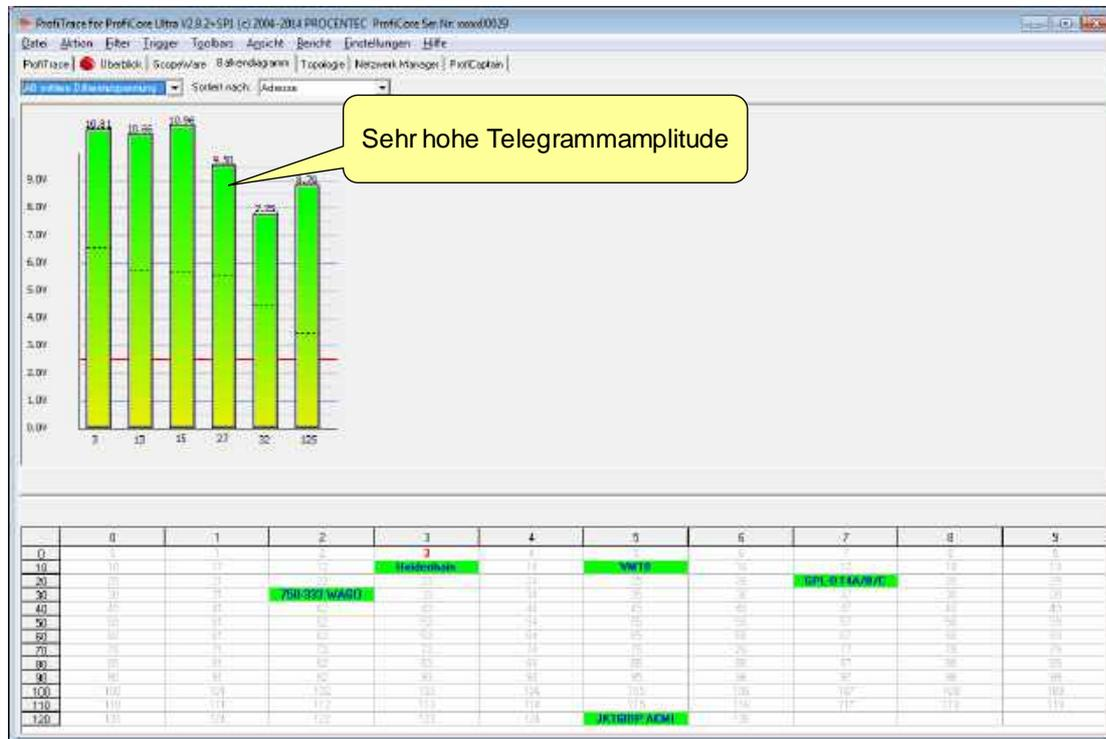

Abb. 23 - Balkendiagramm, wenn fehlende Terminierung oder ein Kabelbruch erkannt
**Abb. 23** zeigt ein Beispiel-Balkendiagramm für den Fall einer fehlenden Terminierung am Buskabel oder eines Kabelbruchs. Die Spannungspegel sind wegen der starken Reflexionen deutlich höher.